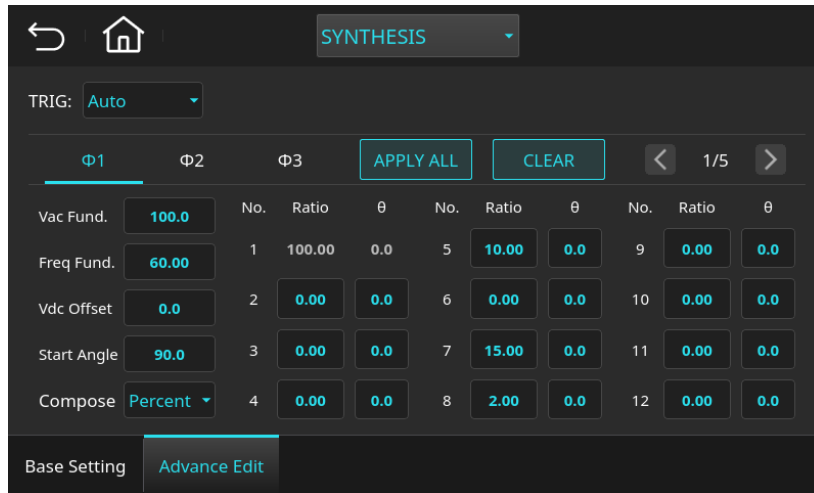

图 5-27 波形合成模式(Synthesis)设定页面(第一相设定范例参数)
2. 点选画面中 Compose 的下拉式选单 ，选择“Percent”，编辑参数如下图 5-27 所示。